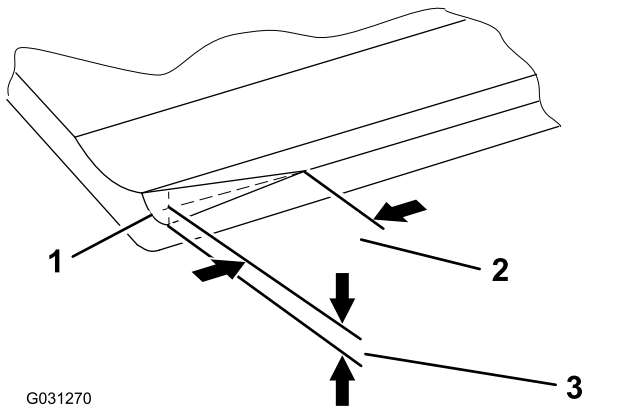

图 9
**注意** 经过一段时间您需要对槽 图 9 进行打磨因为它的设计寿命仅为底刀寿命的 40%。